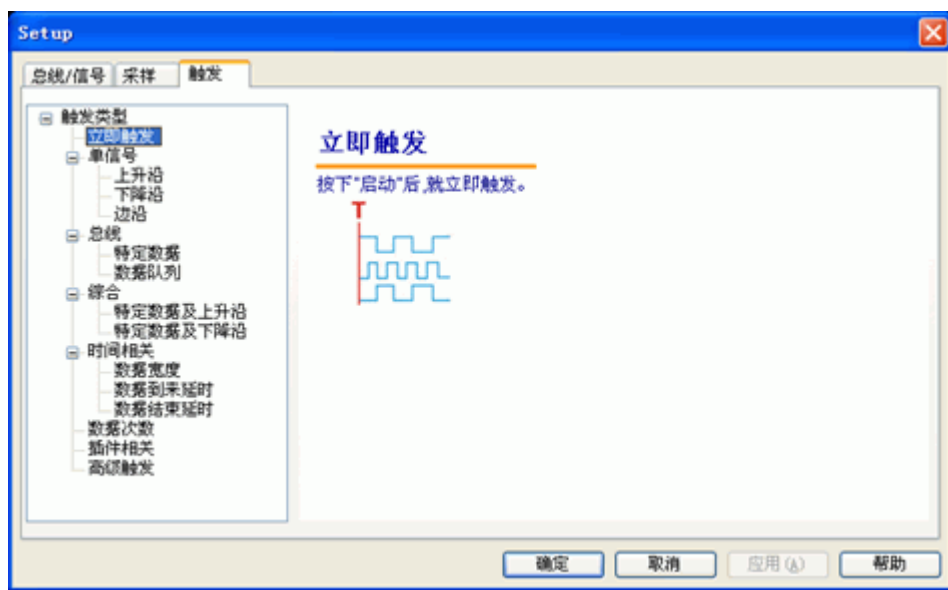

图 4.6 频率测量触发设置
- **步骤 4:** 点击【触发】选项卡，选择【立即触发】，如图 4.6 所示，点击【确定】按钮。